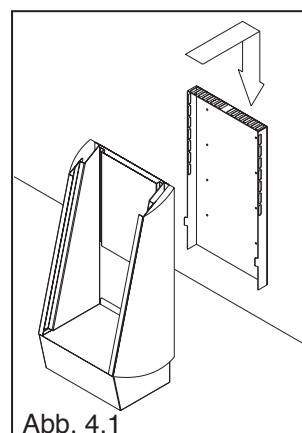

Abb. 4.1
- Hängen Sie den Saunaofen in die Ösen der Wandbefestigungsplatte (Abb. 4.1).